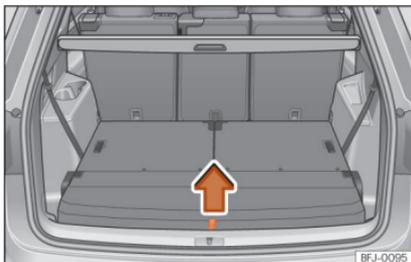

Fig. 126 Na bagageira: levantar o piso da bagageira.
- »» **Fig. 126** para cima, no sentido da seta, e retire-o.